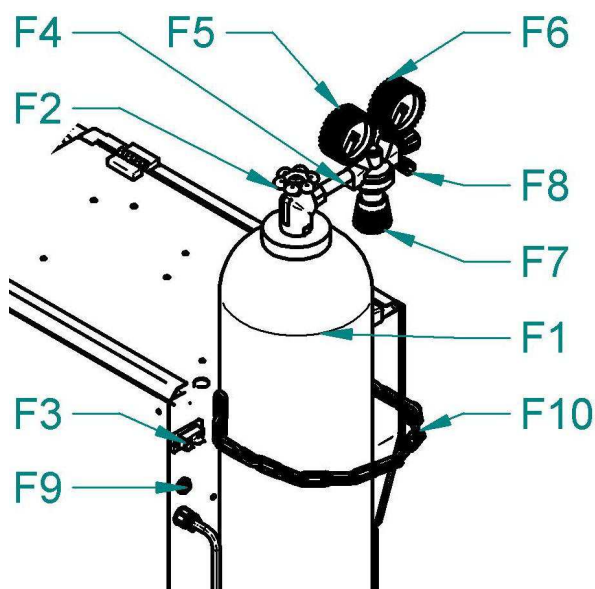

Abb. 10 - Einstellen des Gasflusses
2. Stecken Sie den Gasschlauch auf den Anschluss an der Maschine (Abb. 10, Pos. F9).
4. Drehen Sie an der Stellschraube (Abb.10. Pos.F7) an der unteren Seite des Reduktionsventiles solange bis der Strömungsmesser (Abb. 10, Pos. F6) die gewünschte Durchströmung anzeigt. Jetzt können Sie den Knopf wieder loslassen. Der optimale Durchströmungswert ist 10-15l/Min.